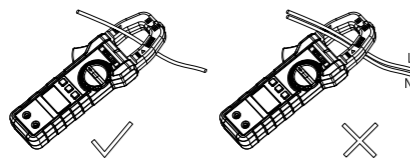

Imagen 3
10.1 Medición de corriente CA (imagen 3)